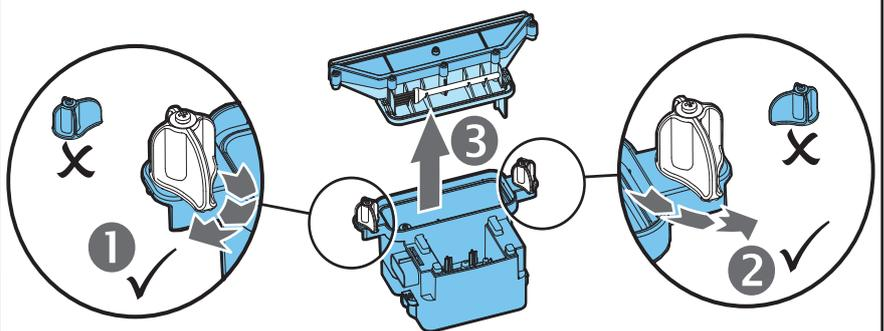

Fig. 11
7. Suelte las lengüetas de bloqueo superiores del sumidero girándolas 90° y, a continuación, levante la tapa del sumidero. (Consulte la fig. 11)